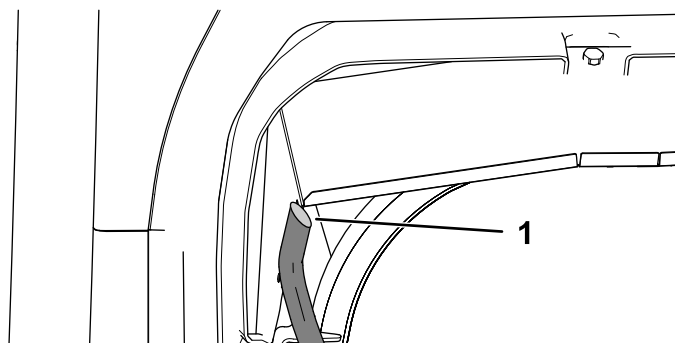

Figura 44
- Prindeți fiecare capăt al tubului transparent și tăiați-l la un unghi de 45° (Figura 44).
- Aliniați tubul transparent cu partea inferioară a jgheabului de scurgere a apei pentru parbriz, astfel încât partea superioară a unghiului să fie spre exteriorul mașinii și montați-l (Figura 44).